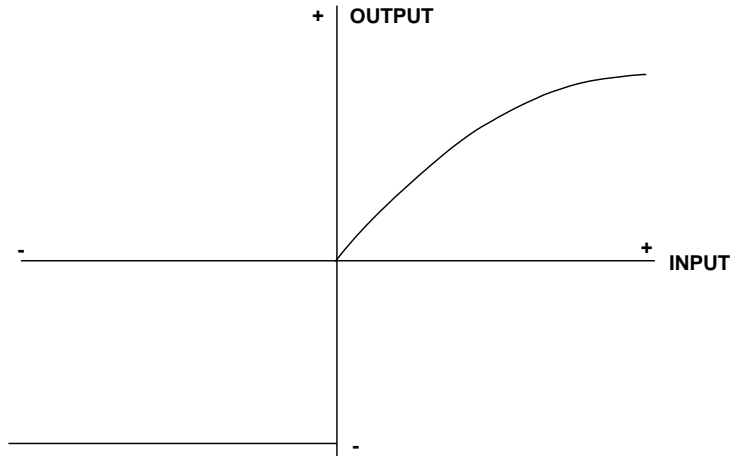

图3：基本型对数放大器(负输入时饱和)
当 x 为负值时，对数函数的值不确定。对数放大器可能以三种不同方式响应负输入：(1) 可能产生满量程负输出，如图3所示。(2) 可能产生与输入绝对值的对数成比例的输出，并忽略其符号，如图4所示。这类对数放大器可以视为具有对数特性的全波检波器，通常称为“检波”对数放大器。(3) 可能产生与输入绝对值的对数成比例的输出，且符号与输入相同，如图5所示。这类对数放大器可以视为具有对数特性的视频放大器，可以称为“对数视频”放大器，或者有时也称为“真对数放大器”。